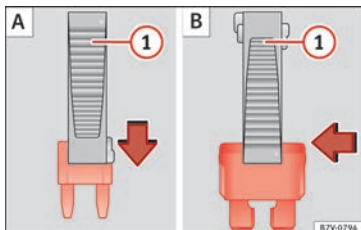

Fig. 210 Extraer o colocar un fusible.
- En el caso de *fusibles pequeños*, encaje la pinza desde arriba » **fig. 210 A**.
- En el caso de *fusibles mayores*, desplace la pinza lateralmente sobre el fusible » **fig. 210 B**.